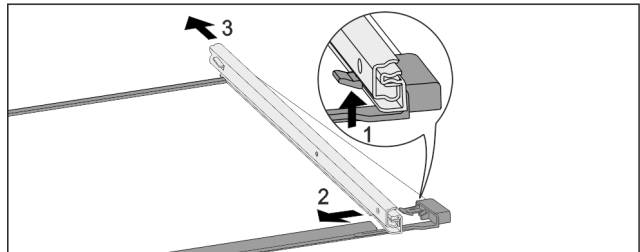

Fig. 70 Glasplaat met rails
- ▶ Voorste vergrendelhaak naar boven duwen. Fig. 70 (1)
- ▶ Uitschuifrail naar de zijkant Fig. 70 (2) en naar achteren Fig. 70 (3) wegschuiven.